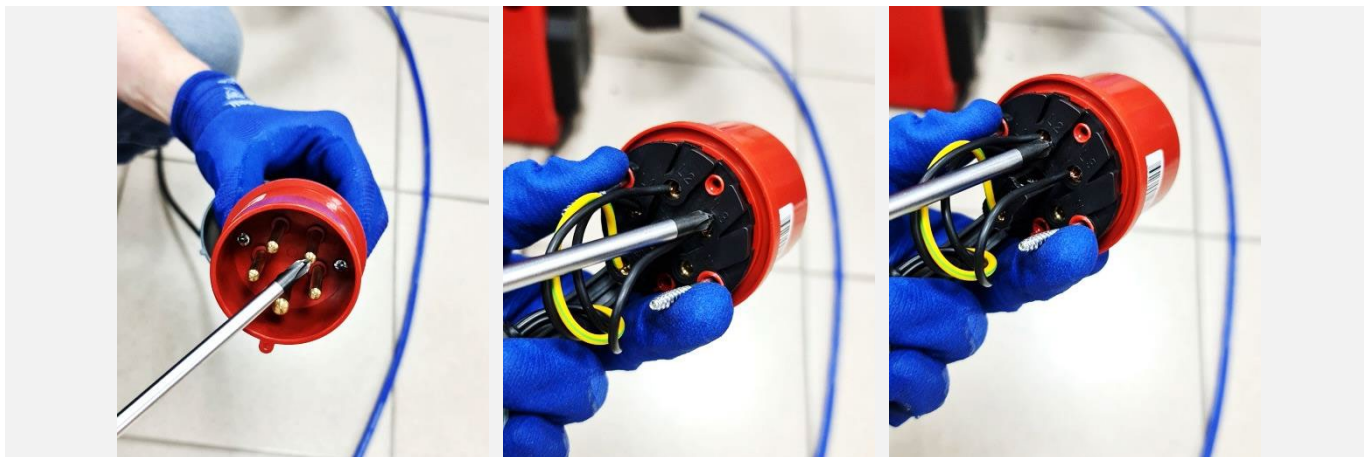

Рисунок 41
8.2 Нажать педаль вращения мотора и убедиться, что поворотный стол машины вращается по часовой стрелке. Если поворотный стол вращается в обратную сторону, то необходимо поменять местами два любых фазных провода в электрической вилке (см. Рисунок 41).